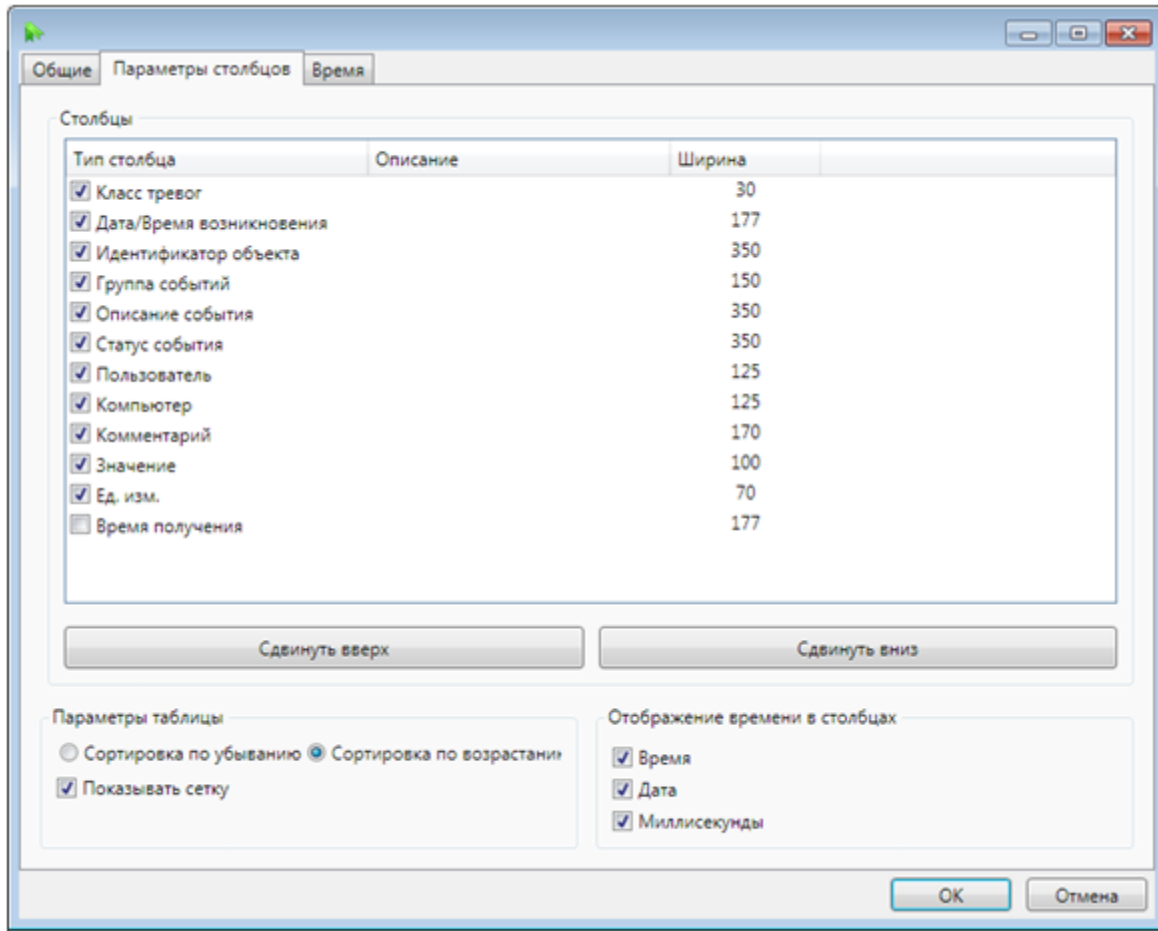

Рисунок 362 – Раздел **Параметры столбцов** фильтра журнала событий
– параметры столбцов (рисунок 362, таблица 264);